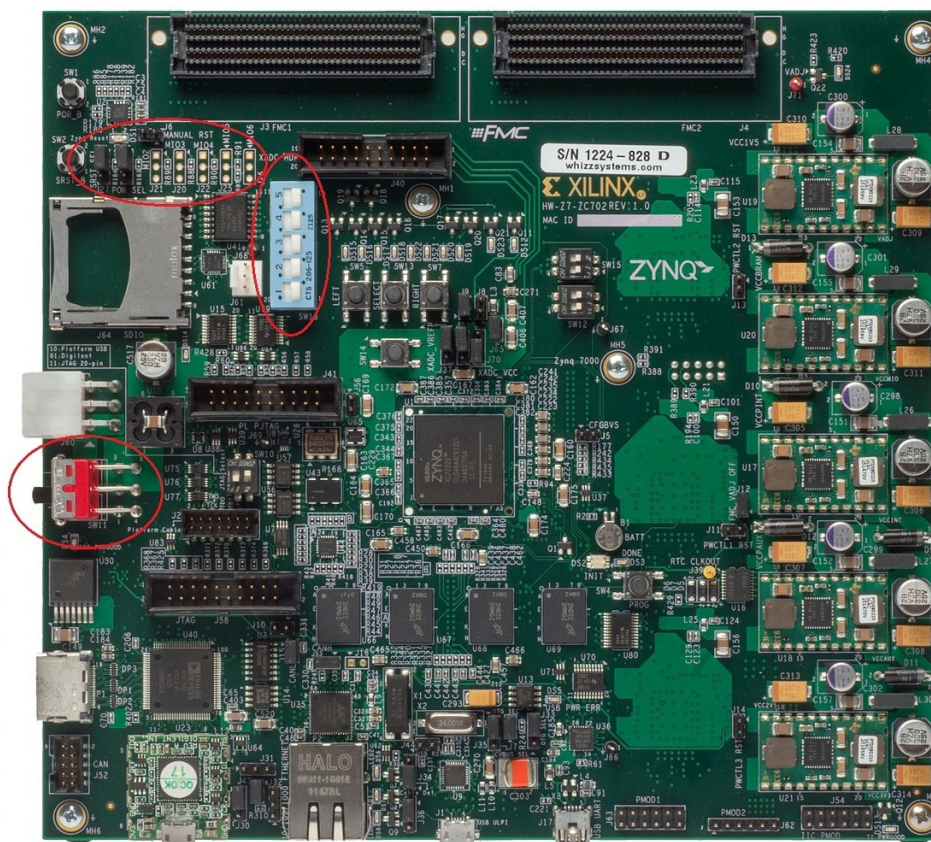

図 2-6 : ZC702 ボードの電源スイッチ
4. 図 2-6 に示すスイッチを使用して ZC702 ボードに電源を投入します。
**重要 :** ジャンパー J27 および J28 は SD カード スロットから離れた側に設定し、SW16 スイッチを図 2-6 に示すとおり設定します。